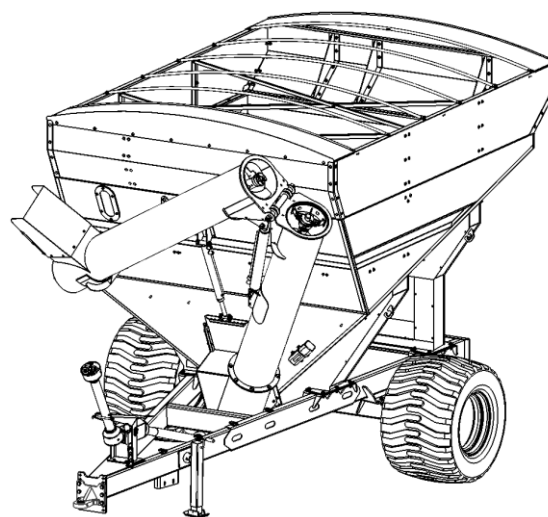

Figura 14
A carreta graneleira autodescarregável **GTS** modelo **UP Grain** não requer nenhuma troca de configuração especial para seu transporte, além do já mencionado no item 8-a "Preparação da máquina para o transporte". A figura 14, a seguir, mostra a máquina pronta para sua circulação em estradas, a não ser pelo macaco que deve ser retraído logo após o engate da máquina ao trator de reboque. Está indicado também o ponto de engate para rebocar a máquina.